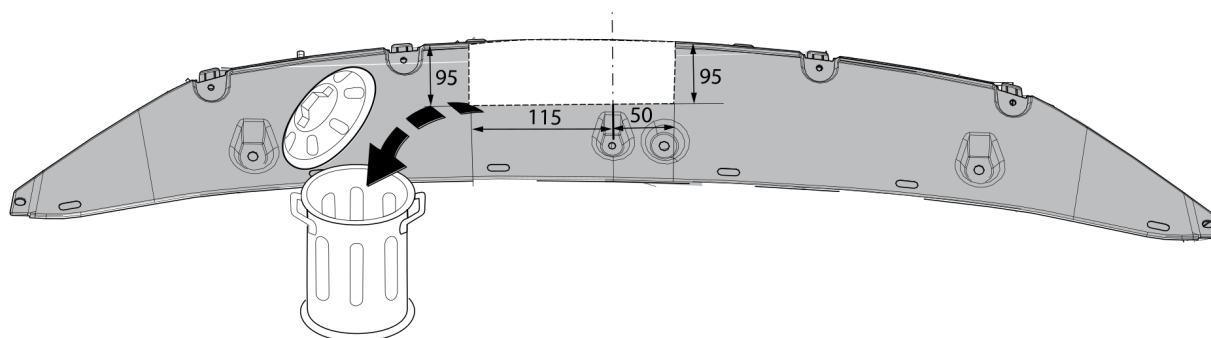

Fig. 2
- 6. Отпилить обозначенную часть, как указано на рис. 2.